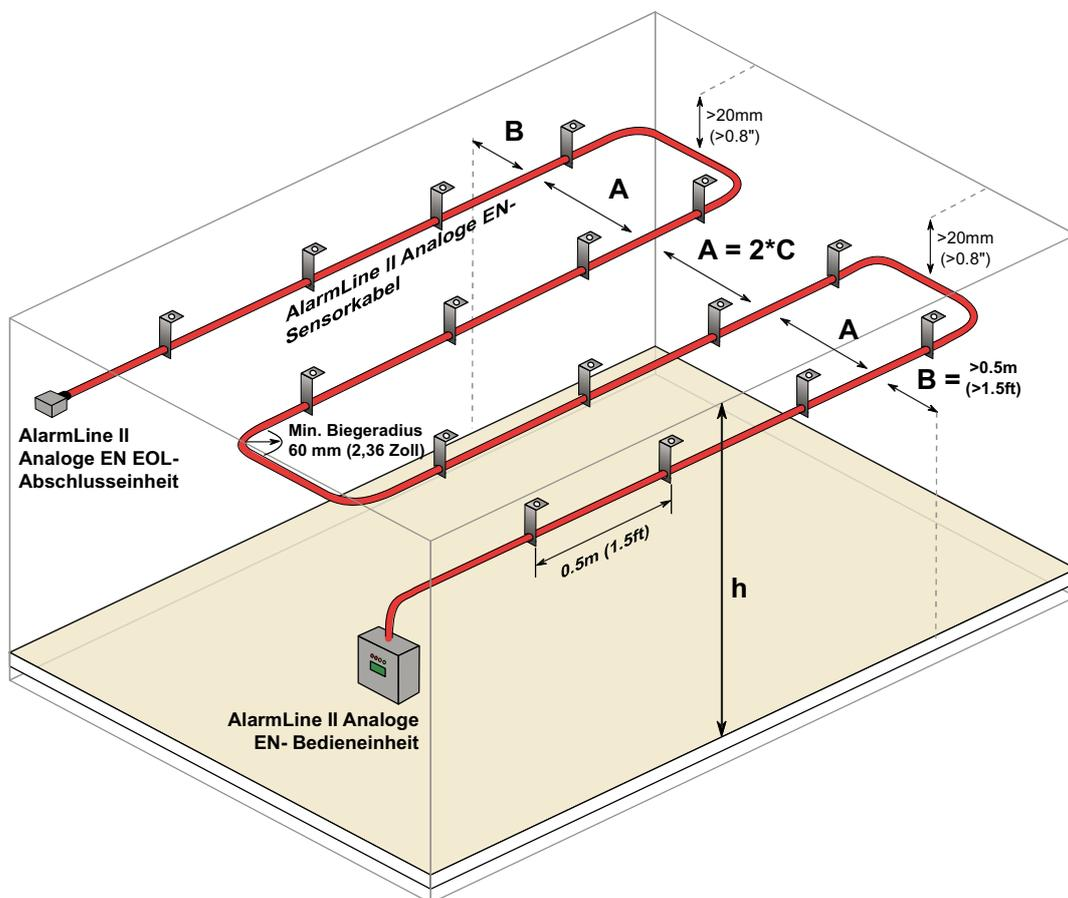

Abbildung 8: Raumschutz mit dem AlarmLine II-Analoge EN-LHD-System
-  Montieren Sie das Sensorkabel nie näher als 0,5 m an Wände, Ausrüstung oder gelagerte Ware (gezeigt als B in Abbildung 8).
Deshalb darf der Abstand zwischen zwei parallelen Sensorkabel-Führungen (gezeigt als A in Abbildung 8 unten) nicht größer sein als der in Tabelle 4 aufgeführte Abstand. Für Klasse A11 beträgt die maximale Deckenhöhe (h) 9 m (siehe DIN VDE 0833-2 Abschnitt 6.1.5.3).